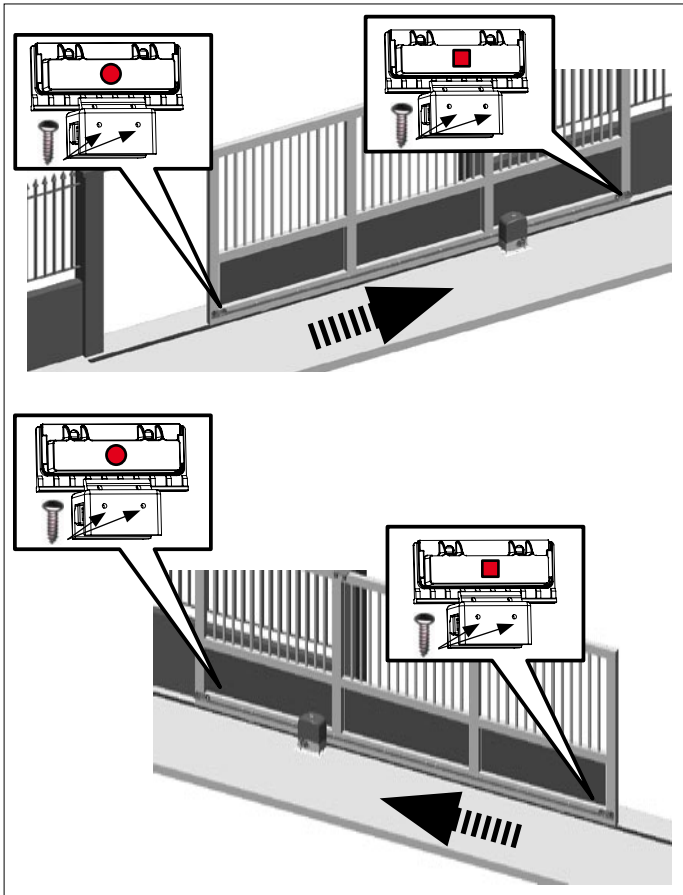

Abb.18
Wichtig: Für den einwandfreien Betrieb des Antriebs muss der mit dem Kreis VERMERKTE Magnet LINKS vom Motor positioniert sein, der Magnet mit dem Viereck dagegen RECHTS vom Motor (SIEHE ABBILDUNG 18).
- 1) Die beiden Magnete laut Angaben in der Abbildung 18 zusammenbauen.